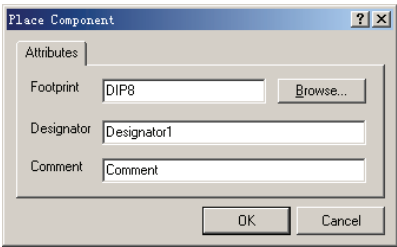

图 6-30 “Place Component” 对话框
- 2) 执行此命令后，系统会弹出如图 6-30 所示的 “Place Component” 对话框。可以在该对话框中输入元器件的封装、标号、注释等参数。